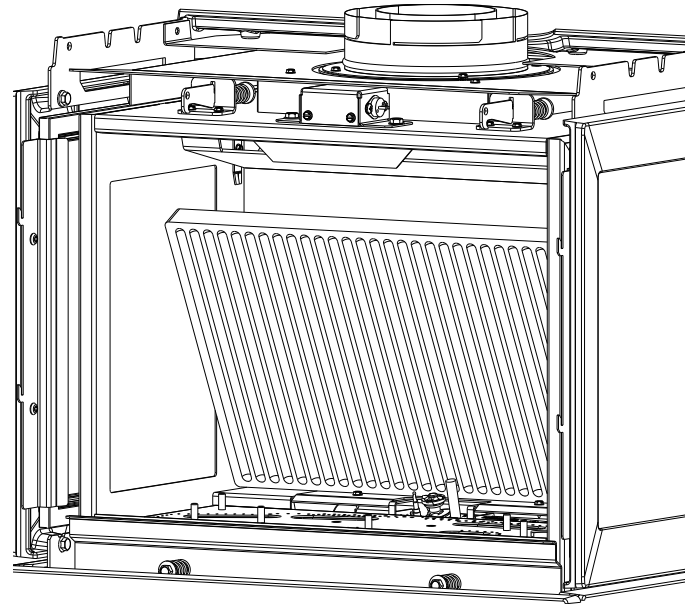

Figure 10.4. Installez le panneau.
2. Installez d'abord le bas du panneau, puis placez le panneau contre la paroi arrière de la boîte à feu. Voir la figure 10.4.